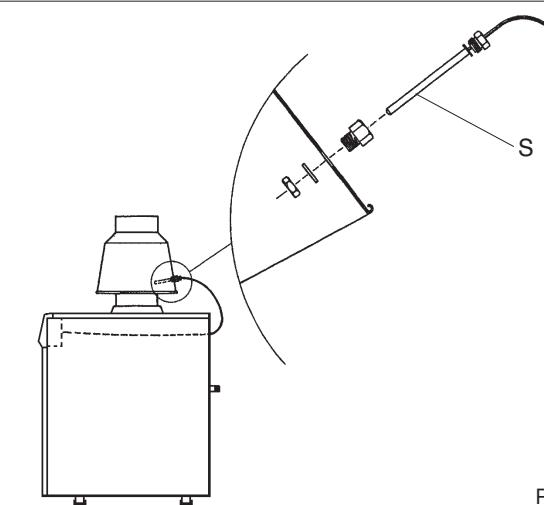

Рис. 3.8
- установите датчик S термостата дымоудаления (расположенного на задней стороне котла) в предназначеннное для него гнездо на антирефуллере и закрепите его гайкой (Рис. 3.8).